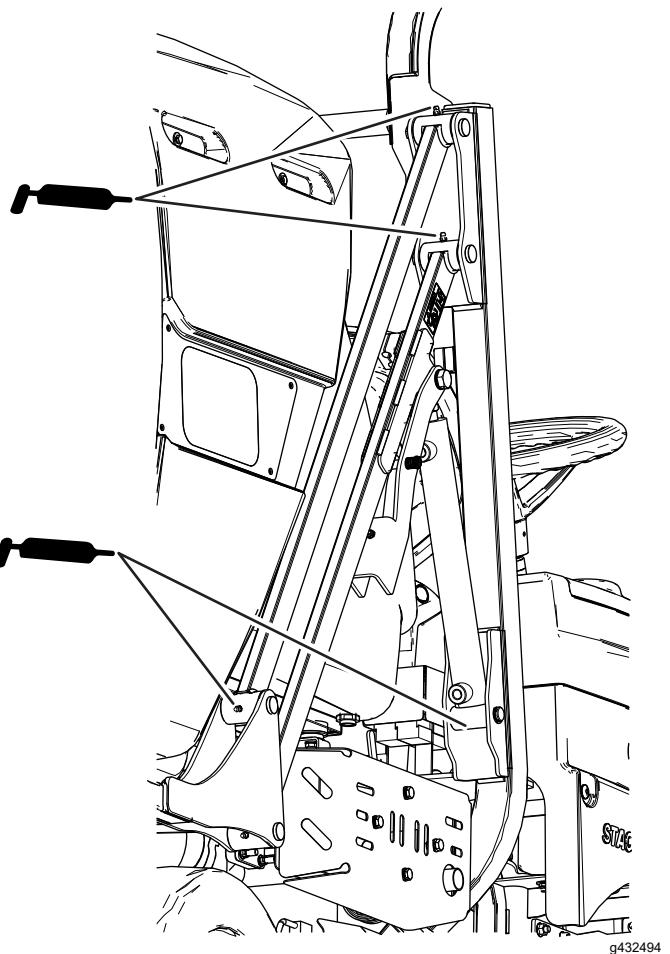

Figura 44
- Brazos de la tolva (Figura 44)